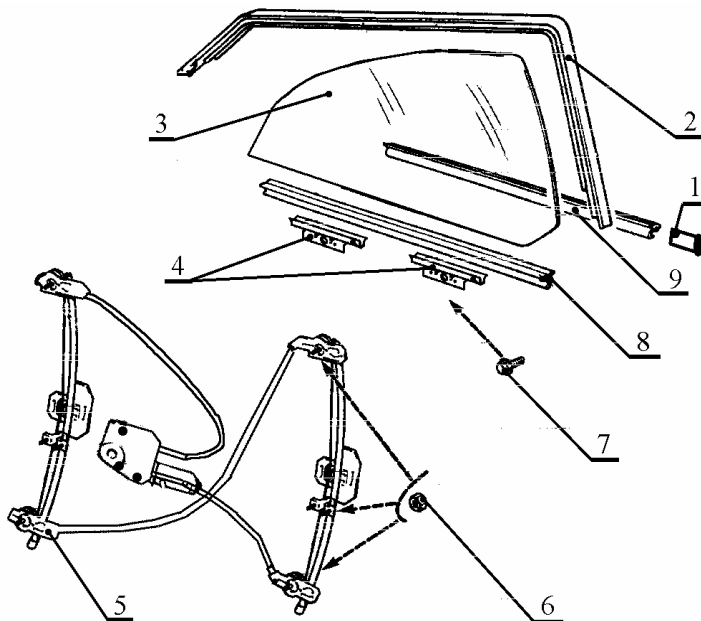

Рис.5. Стекло передней двери:
3.9 Извлечь заднюю облицовку 1, рис.5, наружного горизонтального уплотнителя, снять наружный уплотнитель 9 (отвертка плоская).